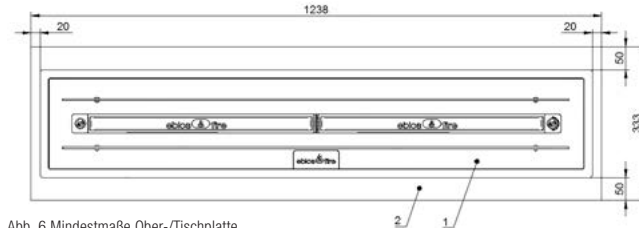

Abb. 6 Mindestmaße Ober-/Tischplatte
- Das Mindestmaß der Ober-/Tischplatte (Abb. 6) beträgt mindestens 1250 x 400 mm (Breite x Tiefe).